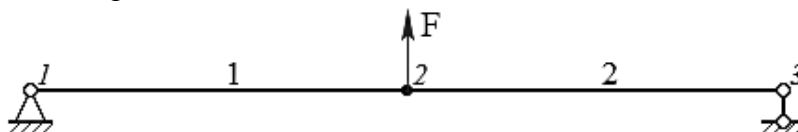

Рис. 7.3 – Схема балки к заданию 2
2. Дана балка с шарнирно-неподвижной и шарнирно-подвижной опорами (см. рис. 7.3). К балке приложена сосредоточенная сила F , кН, направленная перпендикулярно к продольной оси конструкции. Длины участков балки: $l_{12} = l_{23}$, м. Определить числовые
4. Какой вид будут иметь эпюры поперечных сил и изгибающих моментов при решении задачи по рис. 7.3?